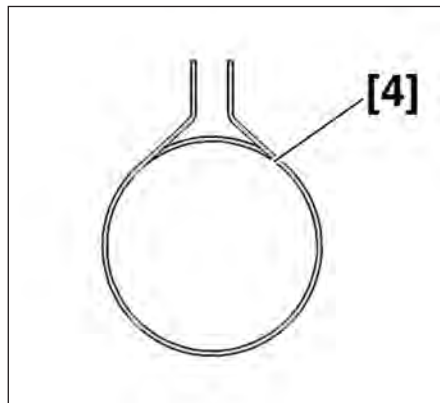

FIG.4
- [4]. Centreur de roue dentée de vilebrequin (référence : 0188-AH) (Fig.4).